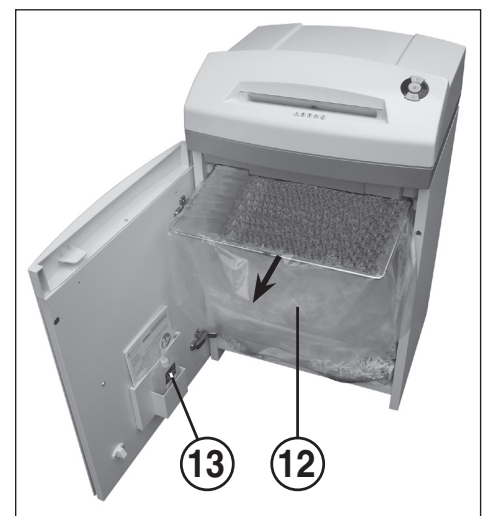

Fig. 4
12 = Saco colector de papel (Fig. 4)
13 = Recipiente de óleo (Fig. 4)
ESVAZIAR O SACO COLECTOR PARA PAPEL (Fig. 4):
Abra a porta. O indicador de controlo (8) acende-se e o indicador LED do botão de retrocesso (4), bem como o indicador de controlo (7) piscam. Retire o recipiente de óleo (13) (Fig. 4) do suporte da porta e volte a fechá-la.